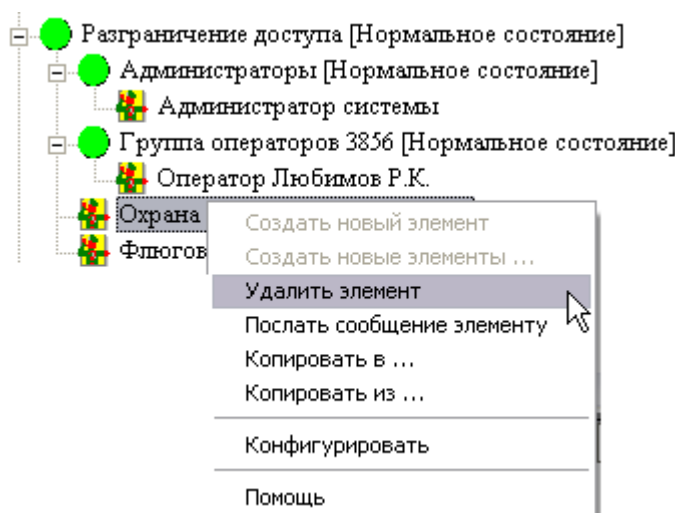

Рисунок 23 — Удаление оператора
2. Откройте контекстное меню выбранной группы (нажмите правую кнопку мыши) и выберите в нем пункт **Удалить** (рисунок 23).